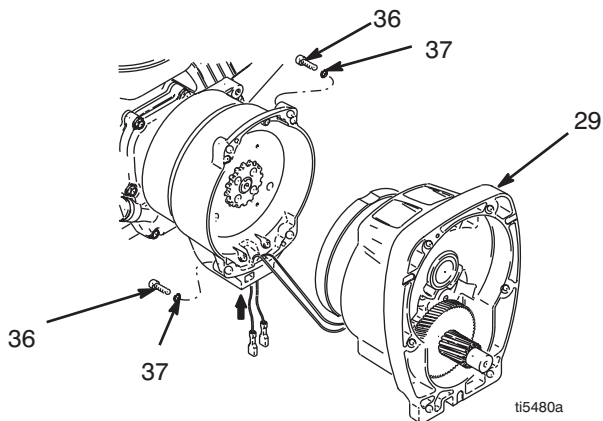
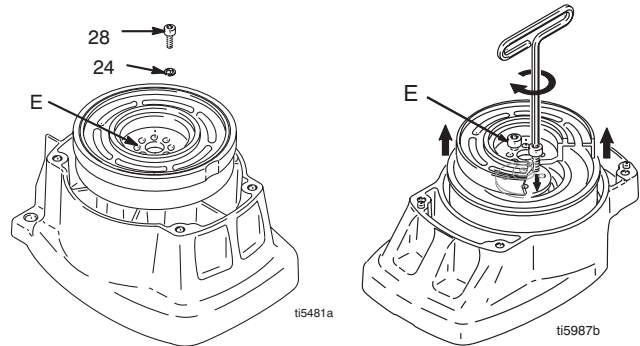

FIG. 4
FIG. 5
2. FIG. 4. Afmonter koblingskabelforbindelserne fra indersiden af trykreguleringen.
- a. Fjern de to skruer (71), og sving dækslet (130a) ned.
3. FIG. 4. Fjern de fire skruer (36) og tanddrevsenheden (29).
4. FIG. 5. Placer tanddrevsenheden (29) på en arbejdsbænk med rotorsiden opad.
5. Fjern de fire skruer (28) og låseskiverne (24). Isæt to skruer i de gevindskårne huller (E) i rotoren. Fastspænd skiftevis skruerne, indtil rotoren kommer af.
9. FIG. 5. Placer tanddrivsenheden på en arbejdsbænk med rotorsiden opad.
10. Påfør Locktite på skruerne. Isæt de fire skruer (28) og låseskiverne (24). Tilspænd skiftevis skruerne med et moment på 14 Nm, indtil rotoren er fastgjort. Brug de gevindskårne huller til at holde rotoren.
11. FIG. 4. Monter tanddrivsenheden (29) med de fire skruer (36) og låseskiver (37).